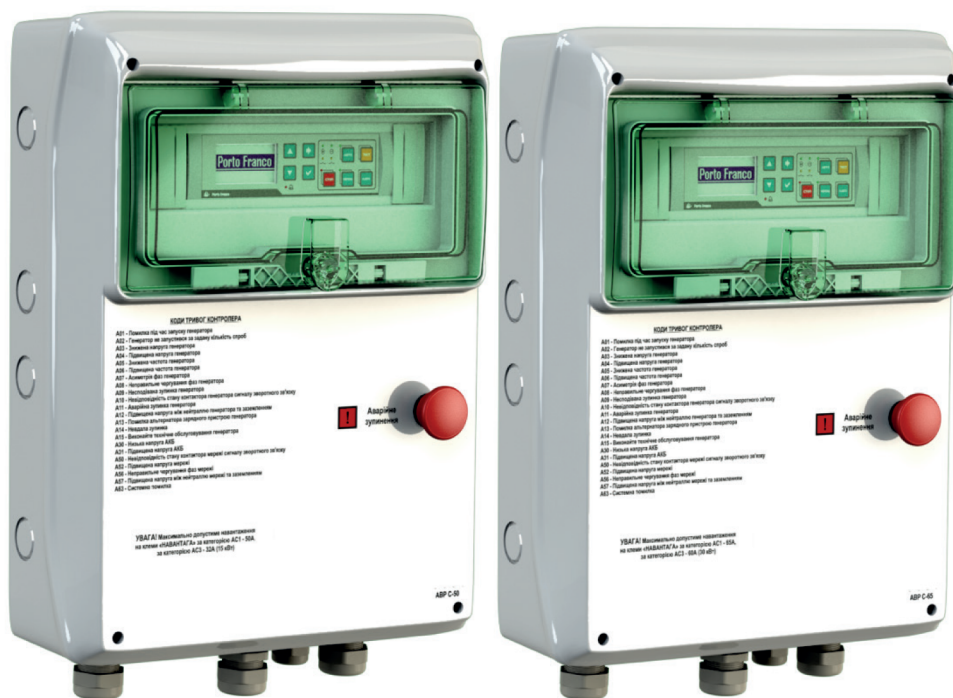

Рис. 5.1 – Зовнішній вигляд контролерів АВР С(М)-50 та АВР С(М)-65
5.1.1 Конструктивно пристрій виконаний у герметичному пластмасовому корпусі та призначений для настінного монтажу. На фронтальній стороні під прозорою герметичною кришкою розташовані LCD дисплей, світлодіоди індикації та кнопки управління. Також із зовнішнього боку корпусу розташована кнопка «Аварійне зупинення». Зовнішній вигляд контролера представлений на рис. 5.1.
5.3.2 Велика червона кнопка «Аварійне зупинення» (рис. 5.1) забезпечує екстрену зупинку генератора на будь-якому етапі його роботи.